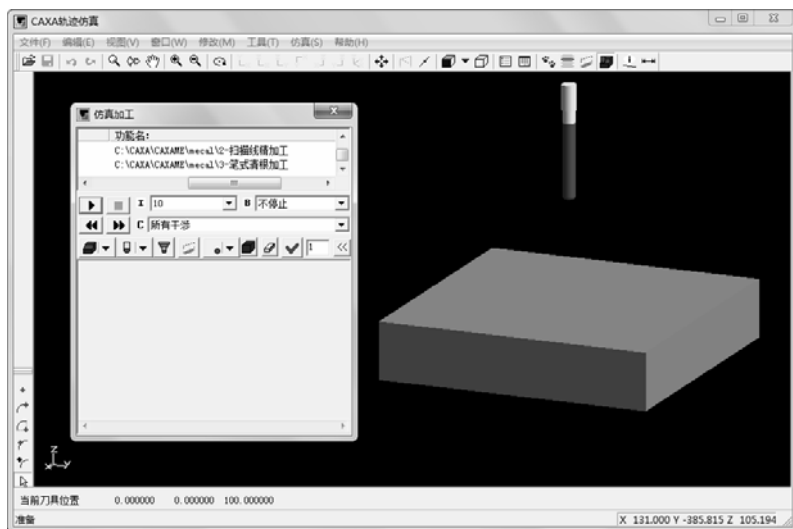

图 3-38 “仿真加工”对话框
2) 在仿真界面中, 选择下拉菜单“工具”→“仿真”命令, 或直接单击“实体仿真”按钮, 系统立即进行加工仿真, 并弹出“仿真加工”对话框, 如图 3-38 所示。